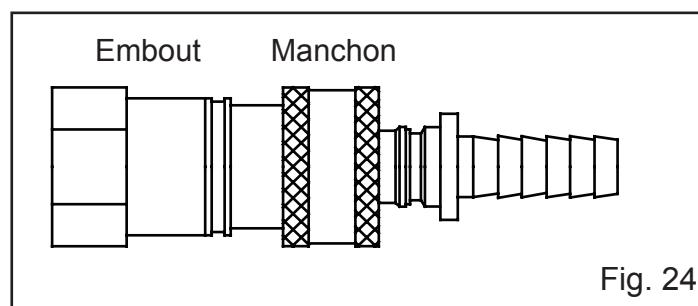

Fig. 24
2. Insérez la fiche puis relâchez le manchon (Fig. 24).